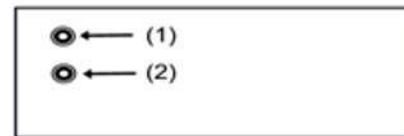

Fig. 18
Fusible de la incubadora: 8 A (fig.18 (1))
Fusible para tomas internos: 10 A (fig.18(2))